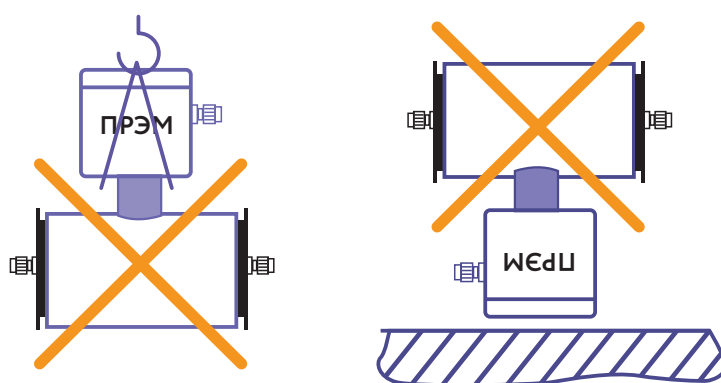

Рисунок 7. Ограничения в транспортировке
- Расходомер нельзя поднимать за электронный блок, а также устанавливать электронным блоком вниз (Рисунок 7).